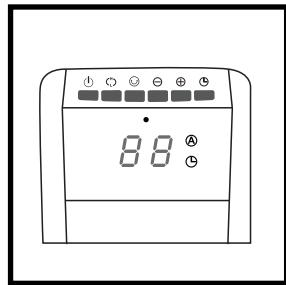

Figura 2
(Figura 2)
3. Cuando el calentador se enchufa inicialmente, se escuchará un pitido y la **Luz de Encendido** se encenderá indicando que hay energía en la unidad. La **Luz de Encendido** permanecerá encendida hasta que el calentador se desenchufe del tomacorriente. (Figura 2)
4. Encienda el calentador presionando el **Botón de Encendido** (1).
6. Presione el botón (2) (alta/baja) para cambiar la temperatura, BAJA o ALTA.
7. Para apagar el calentador, presione el **Botón de Encendido** (1). La unidad apagará primero los elementos del calentador, el ventilador se apagará unos minutos más tarde. Desenchufe la unidad quitando el enchufe del tomacorriente únicamente después de que se haya detenido el ventilador.